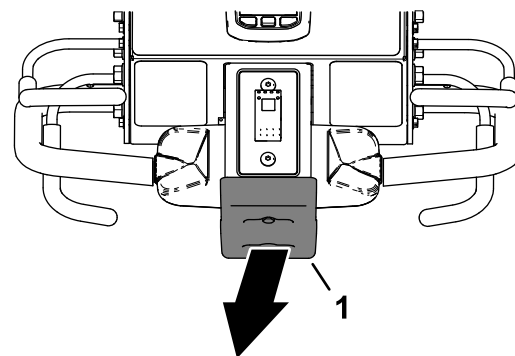

Figura 99
2. Allontanatevi dall'interruttore di arresto per presenza di dossi (Figura 99).